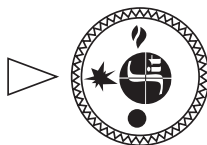

Рис. 10.
- 7.3. Для розжига пилотной горелки ручка управления переводится в положение «искра» (рис. 10).